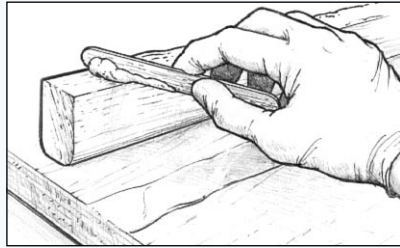

Abbildung 10 Tragen Sie angedicktes Epoxidharz auf eine der Klebeflächen auf.
2. Geben Sie der Harz/Härter-Mischung soviel entsprechenden Füllstoff zu, bis die Mischung dick genug ist um die Vertiefungen der beiden zu verbindenden Oberflächen zu füllen, und harzarme Verbindungen vermieden werden. Tragen Sie die angedickte Mischung gleichmäßig auf **eine** der zu verklebenden Flächen auf. Tragen Sie die Mischung so großzügig auf, dass etwas von der Masse beim Anpressen aus der Klebefuge austritt (*Abbildung 10*).